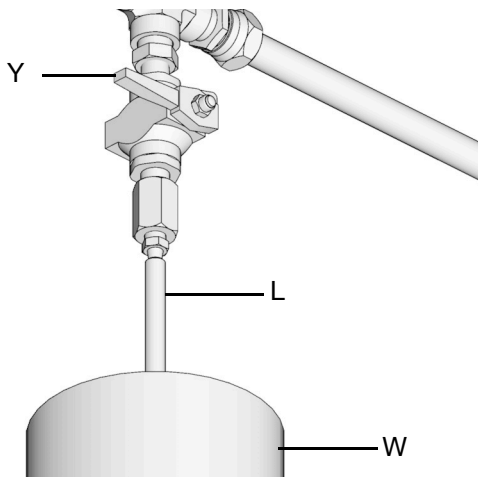

ABB. 20
- a. Zur Druckentlastung zwischen Befüllpumpe (F) und automatischem Befüllstopp (B), das Kugelventil (bv) öffnen (ABB. 20). Der Druck wird entlastet und überschüssiges Material läuft aus dem Ablassrohr (L) in den Materialüberlaufbehälter (W) ab.